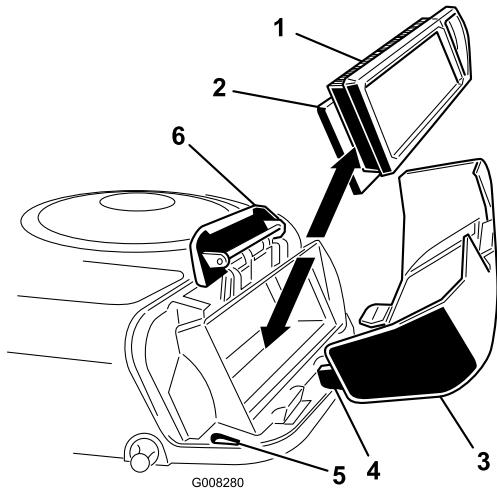

Figure 21
- Sortez avec précaution les éléments en papier et en mousse du carter de ventilateur (Figure 21).
- Placez les languettes du couvercle du filtre à air en face des fentes du carter de ventilateur (Figure 21). Accrochez la poignée sur le couvercle et appuyez dessus pour verrouiller le couvercle en place.